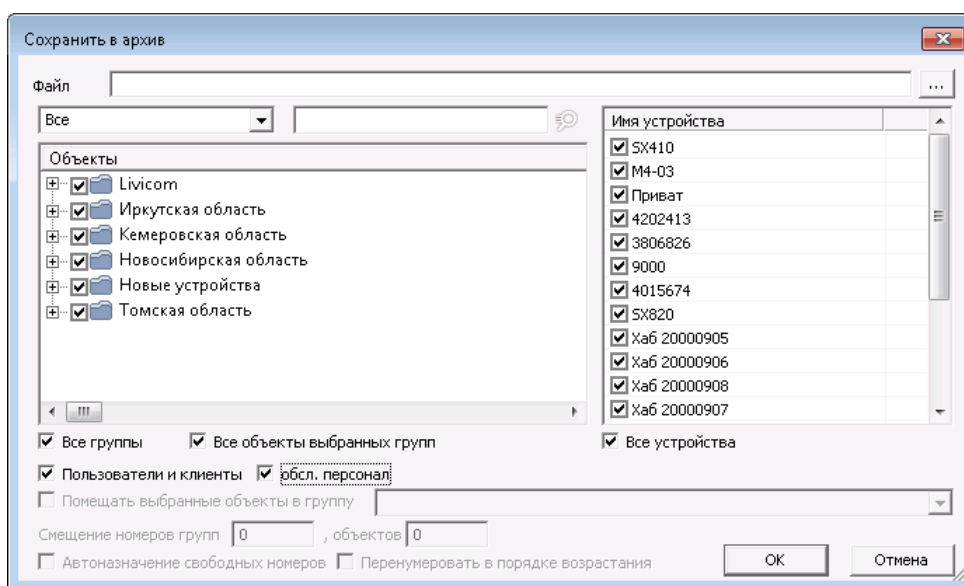

Рисунок 8.12 — Окно *Сохранить в архив*
- В открывшемся окне *Сохранить в архив* выберите объекты и устройства, данные о которых необходимо сохранить. Если вы хотите сохранить в архив списки пользователей, клиентов и обслуживающего персонала, то установите соответствующие флаги (см. рисунок 8.12).
Если предполагается перенос всех данных сервера, то авторизуйтесь на сервере под учетной записью суперпользователя (см. 10.1) и в окне *Сохранить в архив* (см. рисунок 8.12) установите флаги *Все группы*, *Все объекты выбранных групп*, *Все устройства*, *Пользователи и клиенты*, *обсл. персонал*.